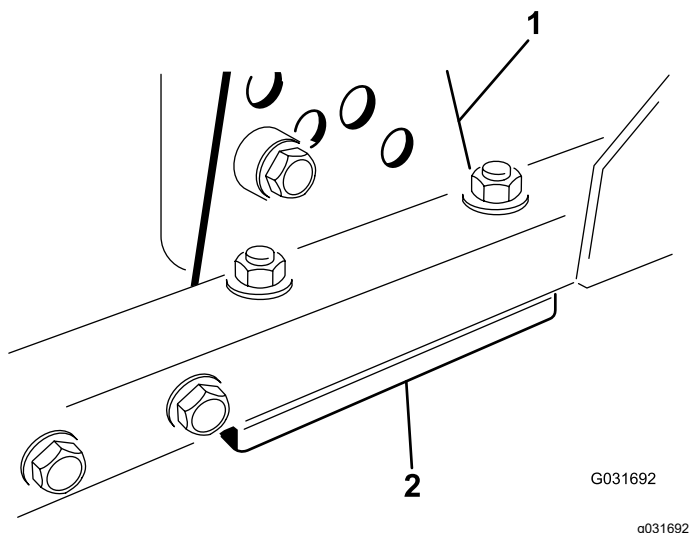

Figura 99
1. Retire o suporte da altura de corte (frente, esquerda ou direita) da estrutura da plataforma (Figura 99).
2. Ajuste os calços de 1,5 mm e/ou de 0,7 mm entre a estrutura da plataforma e o suporte para obter a definição de altura pretendida (Figura 99).